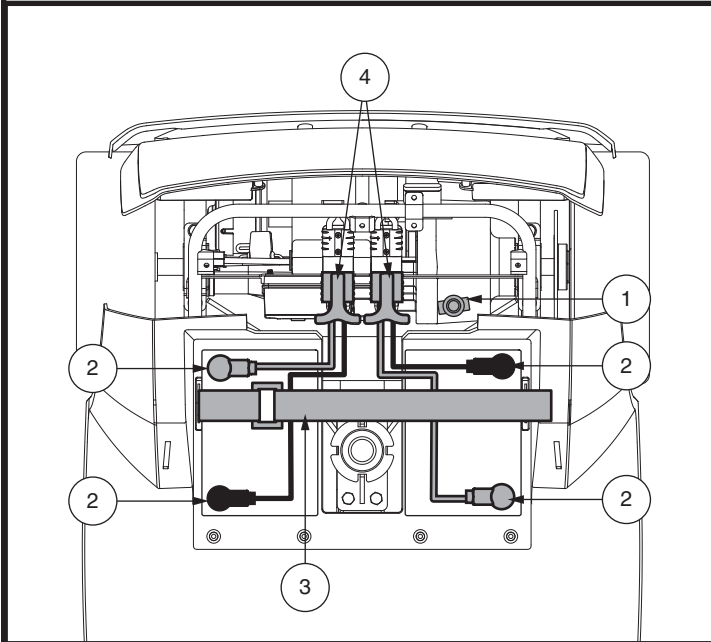

Abb. 9. Batterie Ausbau/Einbau Batteriepole und Verabelung
2. Lösen Sie den Haltegurt der Batterie. **Siehe Abb. 9.**
3. Trennen Sie die Batteriekabelbäume, indem Sie am T-förmigen Griff an den Batteriekabelbaumsteckern ziehen und sie gerade nach oben ziehen. **Siehe Abb. 9.**
6. Legen Sie eine neue Batterie in jedes Batteriefach. Sind die Batterieklemmen jeder Batterie gegenüber und zu den Außenseiten des Elektromobils gerichtet. **Siehe Abb. 9.**